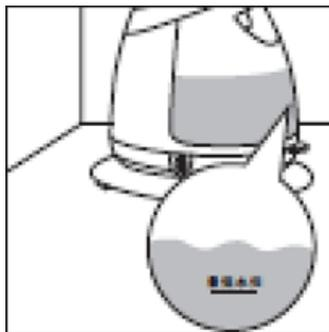

Рис. 20
- Для поддержания стабильного выхода пара не допускайте уменьшения уровня воды ниже минимальной отметки (Рис. 20).